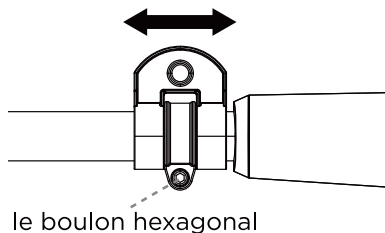

Fig. 16
1. Changez l'emplacement du crochet de la sangle d'épaule si nécessaire. Desserrez le boulon hexagonal et placez le crochet de la bandoulière à la position appropriée. Resserrez le boulon hexagonal (d). (Fig. 16)